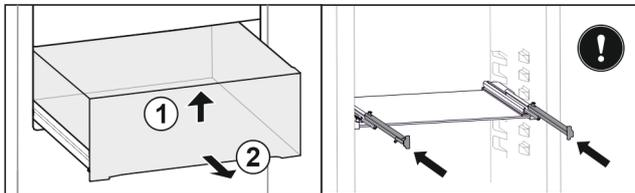

Fig. 27 \*
- ▶ Поднимите выдвижной ящик спереди Fig. 27 (1)\*
- ▶ Извлеките движением вперед Fig. 27 (2)\*